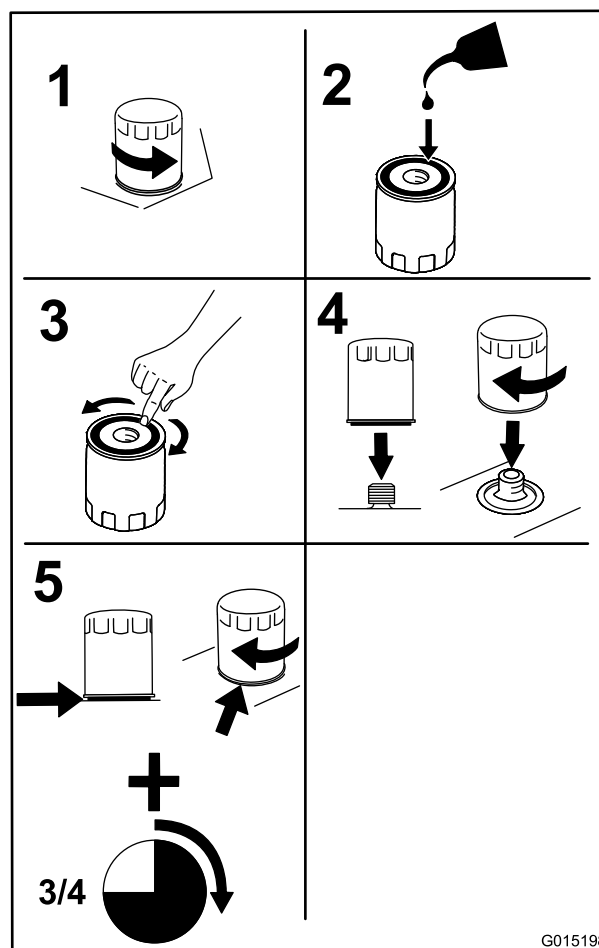

Figure 51
3. Remplacez le filtre à huile moteur (Figure 51).